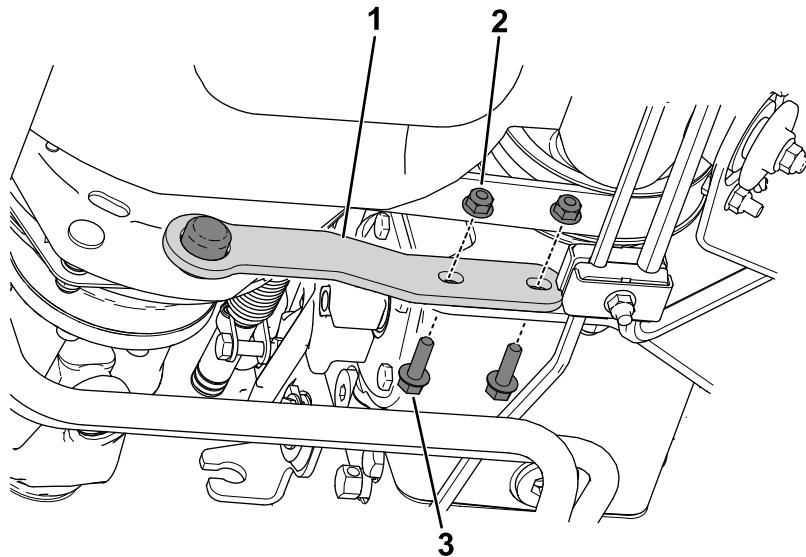

Figura 3
2. Instale la plemina de retención del embrague sobre el amortiguador (Figura 3).
3. Utilice 2 tuercas y 2 pernos para sujetar la pletina de retención del embrague al soporte de montaje de la bomba (Figura 3).